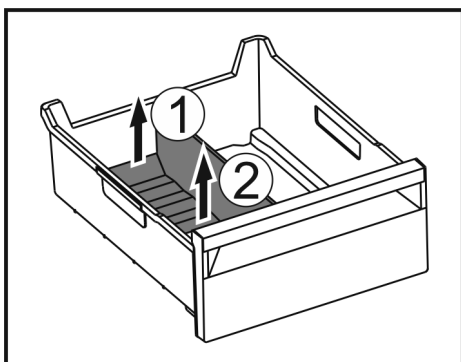

Fig. 99
- Dvignite zadnji del pregrade predala za led. Fig. 99 (1)
- Pregrado predala za led odstranite navzgor. Fig. 99 (2)